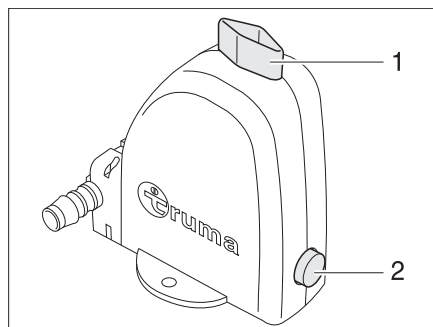

Fig. 87 Valvola di sicurezza/di scarico del boiler
Il boiler è dotato di una valvola di sicurezza/di scarico (Fig. 87). La valvola di sicurezza/di scarico impedisce che l'acqua congeli nel boiler in presenza di basse temperature esterne, quando il riscaldamento dell'autocaravan non è acceso.
- Chiudere la valvola di sicurezza/di scarico. A tal fine ruotare la manopola verticalmente rispetto alla valvola di sicurezza/di scarico (Fig. 87,1) e premere verso l'interno il bottone automatico (Fig. 87,2).
- Aprire la valvola di sicurezza/di scarico. A tal fine ruotare la manopola (Fig. 87,1) nel senso della lunghezza della valvola di sicurezza/di scarico. Il bottone automatico (Fig. 87,2) scatta fuori. Il boiler viene svuotato verso l'esterno tramite la valvola di sicurezza/di scarico.